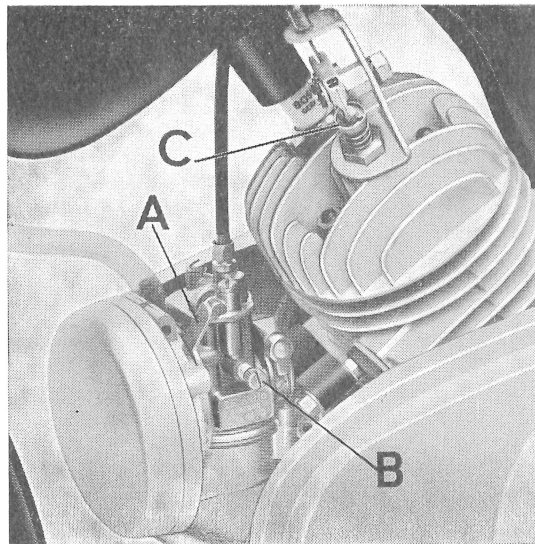

Fig. 5
E' posta sul lato sinistro del carburatore (vedere A di fig. 5), per l'avviamento a motore freddo, occorre portare detta levetta in posizione d'avviamento (orizzontale), ritornerà automaticamente in posizione di marcia (quasi verticale) allorchè si ruoterà la manopola comando gas.
N.B. - La levetta dell'aria sul carburatore (A di fig. 5) va azionata solo a motore freddo.
decompressore (A di fig. 5) e portare il comando rubinetto miscela in posizione di chiuso.
Dell'Orto - tipo SHA 14.9 monocomando: è munito di filtro d'aria e silenziatore alla presa d'aria; l'aria è comandata mediante una levetta posta sul lato sinistro del carburatore (vedere A di fig. 5).
toccare terra) e con la marcia normale innestata. Avvitare la vite di regolazione (B di fig. 5) fino ad ottenere il numero di giri più alto possibile, senza che il veicolo incominci a muoversi.